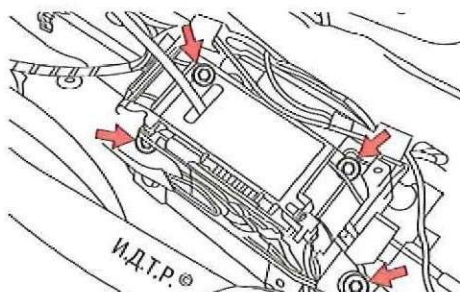

Рис. 6.23. Крепление селектора управления автоматической коробкой передач
26. Выверните четыре болта крепления селектора управления коробкой передач к панели кузова и отведите его в сторону (рис. 6.23).